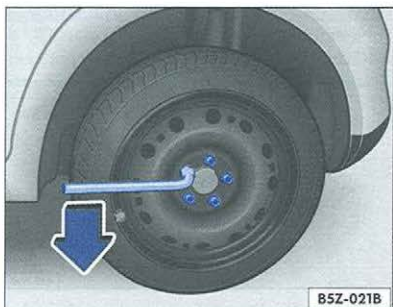

Fig. 137 Afloje los tornillos de la rueda
- Posicione la llave de rueda sobre el tornillo de la rueda, hasta apoyar ⇒ fig. 137.